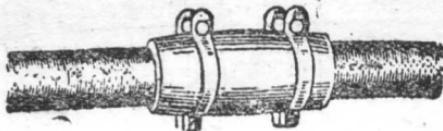

图 18 用金属盒压紧修好的地方
(5)修理的地方用滑石粉擦一遍，用金属套盒压紧(图18、19)，然后电纜就可以使用了。